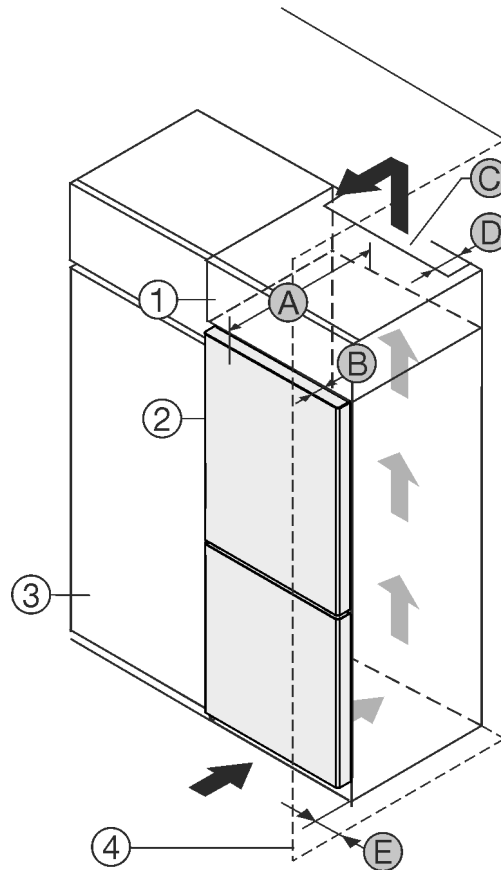

Fig. 1
- (1) Aufsatzschrank
- (2) Gerät
- (3) Küchenschrank
- (4) Wand
- (A) Gerätetiefe
- (B) Türtiefe
- (C) Belüftungsquerschnitt
- (D) Abstand Geräte-Rückseite
- (E) Abstand zur Geräteseite
Sie können das Gerät direkt neben dem Küchenschrank Fig. 1 (3) aufstellen.
An der Rückseite des Aufsatzschrankes muss ein Abluftschacht mit der Tiefe Fig. 1 (D) über die gesamte Aufsatzschrankbreite vorhanden sein.
Unter der Raumdecke muss der Entlüftungsquerschnitt Fig. 1 (C) eingehalten werden.
Wenn Sie das Gerät mit den Scharnieren neben einer Wand Fig. 1 (4) aufstellen, dann muss der Abstand zwischen Gerät und Wand mindestens 13 mm betragen.
Wenn Sie das Gerät mit den Scharnieren neben einer Wand Fig. 1 (4) aufstellen, dann muss der Abstand zwischen Gerät und Wand mindestens 20 mm betragen.
Damit Sie die Tür vollständig öffnen können, muss das Gerät um die Türtiefe Fig. 1 (B) gegenüber der Küchenschrankfront vorstehen. Abhängig von der Tiefe der Küchenschränke Fig. 1 (3) und Verwendung von Wandabstandshaltern kann das Gerät weiter herausragen.